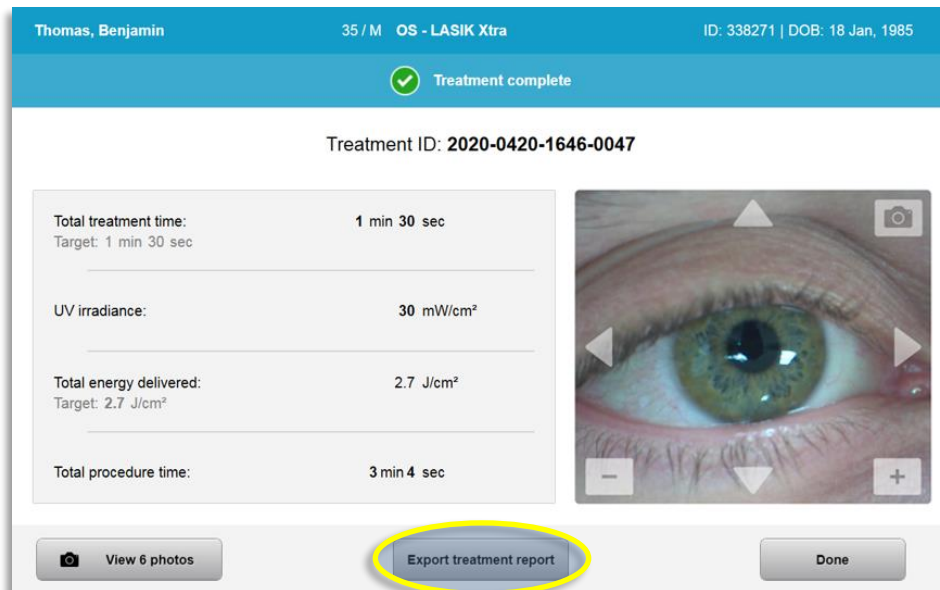

Figura 3-39. Exportación de informes de tratamiento
- Seleccione "Exportar informe de tratamiento" (Export treatment report), como se muestra en la figura 3-39, para guardar el informe en una unidad USB.